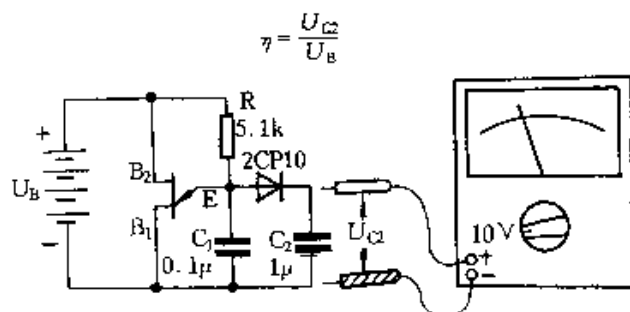

图 2-258
④ 测量单结晶体管的分压比 η :按图 2-258 所示搭接一个测量电路,用万用表“直流 10V”挡测出 C2 上的电压 U_{C2} ,再按公式 $\eta = \frac{U_{C2}}{U_B}$ 计算即可。